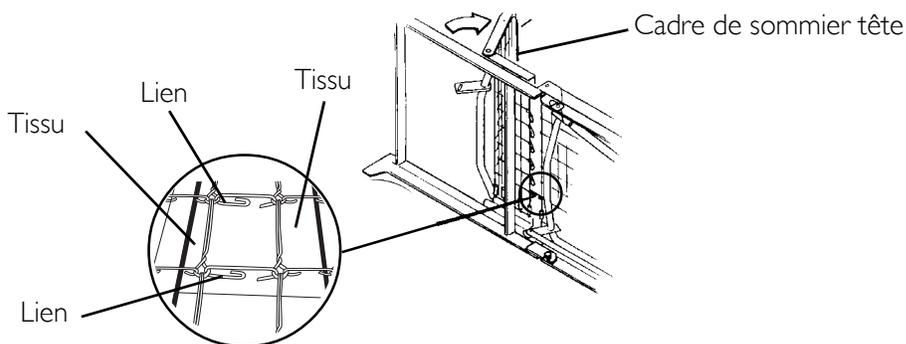

FIGURE 4.5 Assemblage du tissu sur le cadre du sommier
REMARQUE : Pour cette procédure, se référer à la FIGURE 4.5.
2. Relier ensemble le tissu du cadre de sommier, grâce aux liens fournis. Se référer à la FIGURE 4.5.